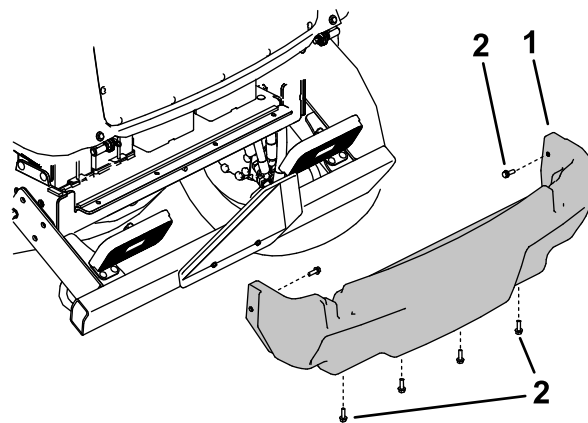

Figure 81
5. Retirez les 6 vis à embase qui fixent le carénage au cadre et déposez le carénage arrière (Figure 81).